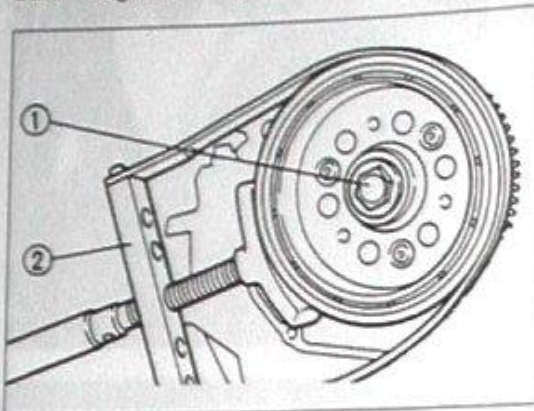

Bild 103
- Den Rotor mit Spezialwerkzeug (Bild 103) oder mit Hinterradbremse bei eingelegtem Gang blockieren und Rotorschraube ausdrehen.